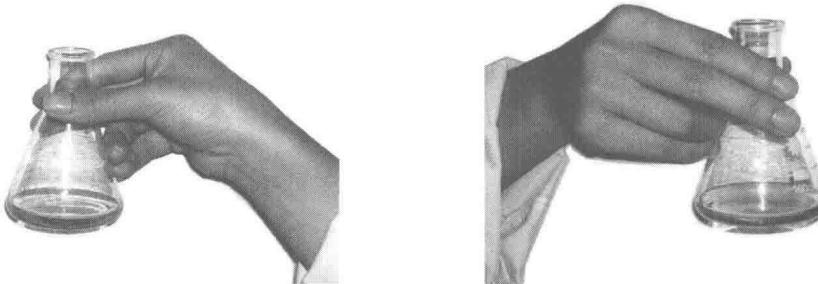

图1-6 滴定时锥形瓶的使用方法
- (1) 注入的液体最好不超过其容积的 $1/2$ ，过多容易造成喷溅。
- (2) 加热锥形瓶中所盛液体时，需垫石棉网。
- (3) 振荡时，用右手拇指、食指、中指握住瓶颈，无名指轻扶瓶颈下部，手腕放松，手掌带动手指用力，作圆周形振动，如图1-6所示。